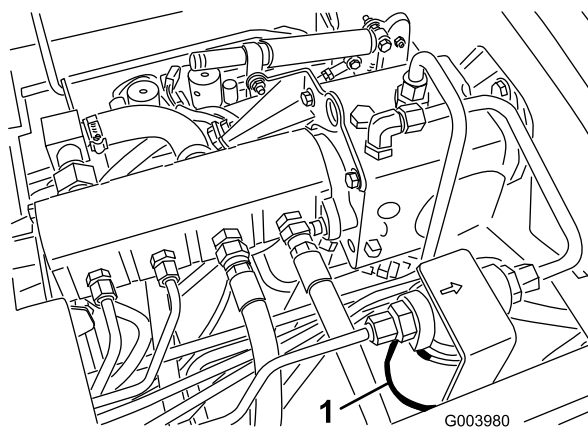
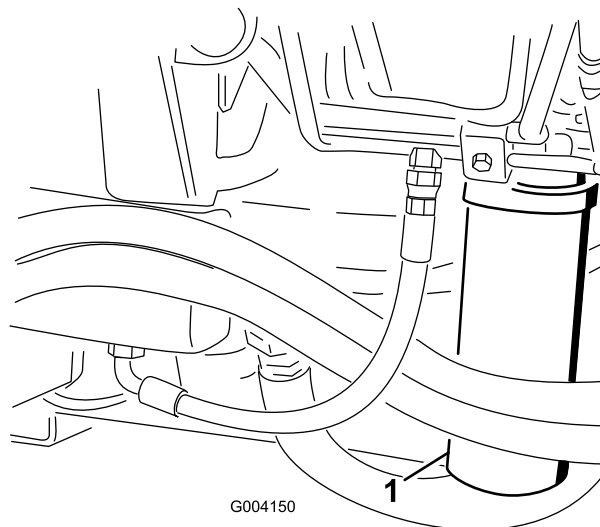

Рисунок 72
Рисунок 73
2. Очистите область вокруг места крепления фильтра и установите сливной поддон под фильтр (Рисунок 72) и (Рисунок 73).